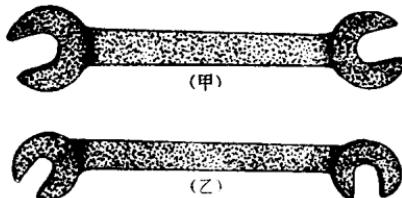

图9 开口扳手
1. 开口扳手：有双头和单头的两种，用来拆装一般的螺栓，为了在受限制的位置中便利工作起见，扳手的开口和它的本体常具有一个不同的角度（如图9），通常是15度、45度或90度角，借以增加扳手的旋转度。